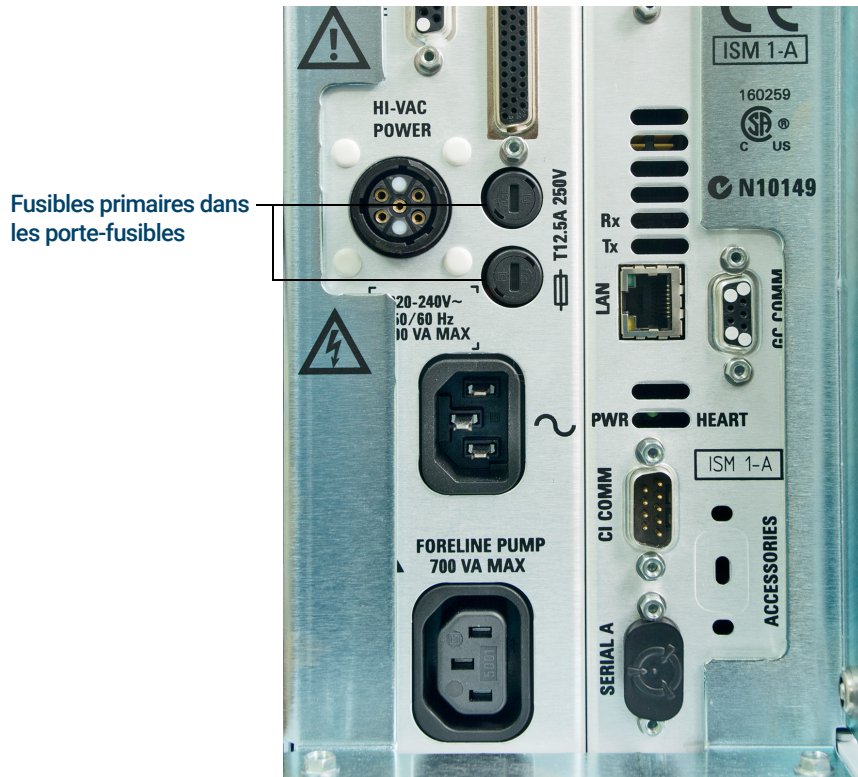

Figure 2. Fusibles primaires
- 2 Tourner l'un des porte-fusibles dans le sens inverse des aiguilles d'une montre jusqu'à ce qu'il sorte. Les porte-fusibles sont à ressort. (Voir **Figure 2** page 35.)